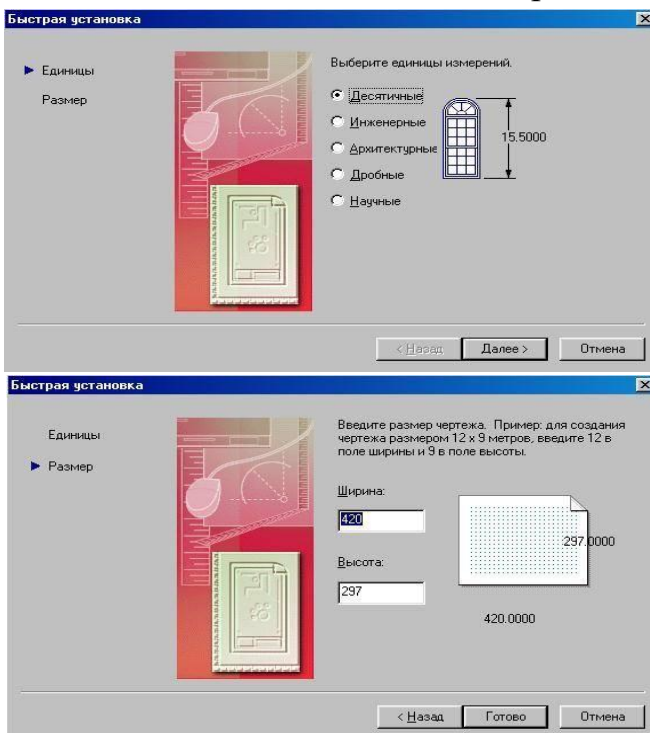
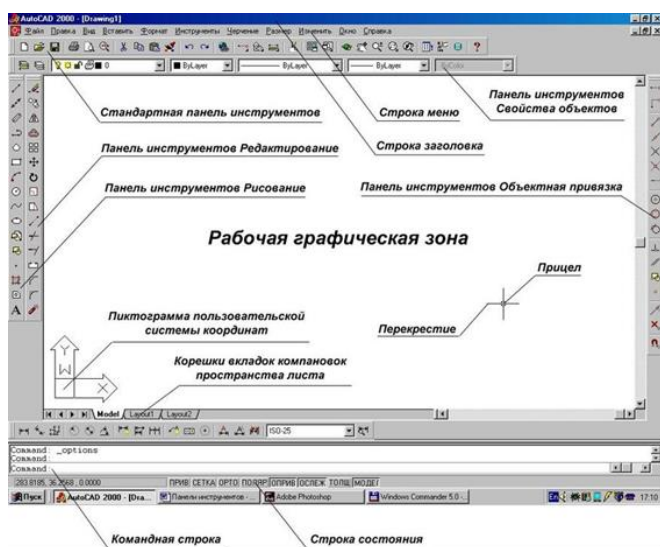

Рис. 2
Рис. 3
- Нажать клавишу «**Shift**» и щелкнуть правой кнопкой мыши для вызова контекстного меню объектной привязки, рисунок 2.
Если есть необходимость использовать один или несколько режимов объектной привязки более одного раза, то можно установить эти режимы в качестве текущих. Можно задать один или несколько текущих режимов объектной привязки на вкладке «Объектная привязка» в диалоговом окне «Режимы рисования», доступ к которому можно получить из меню «Сервис» или выбором пункта «Настройка» контекстного меню «ПРИВЯЗКА» статусной строки, рисунок 3.
Установите **десятичные** единицы измерения (**Decimal**) и нажмите кнопку **Далее (Next)** (рис. 2). Введите **ширину (Width) 40**, а **высоту (длину - Length) 30** и нажмите кнопку **Готово (Finish)** (рис. 3).